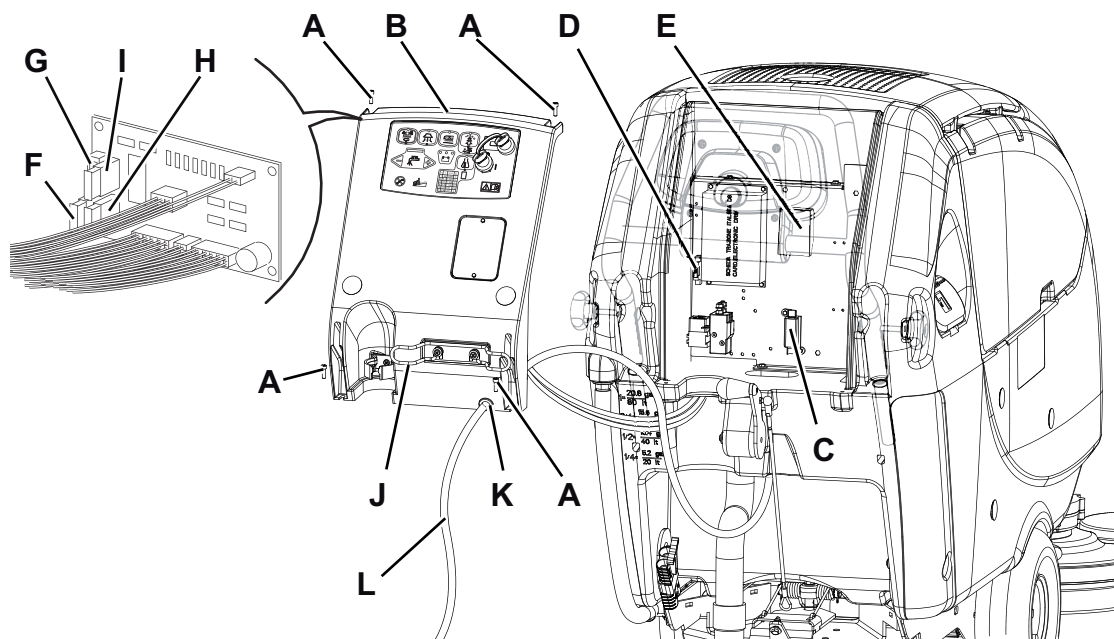

Рис. 9
1. Отсоедините соединитель аккумуляторной батареи (12).
2. Уберите в сторону шланг слива отработанной воды (16).
3. Снимите кабель зарядного устройства аккумуляторной батареи (L, Рис. 9) с держателя (J).
4. Удалите винты (A) и аккуратно отведите в сторону панель (B), отсоединив крепежную втулку (K) от корпуса панели (B).